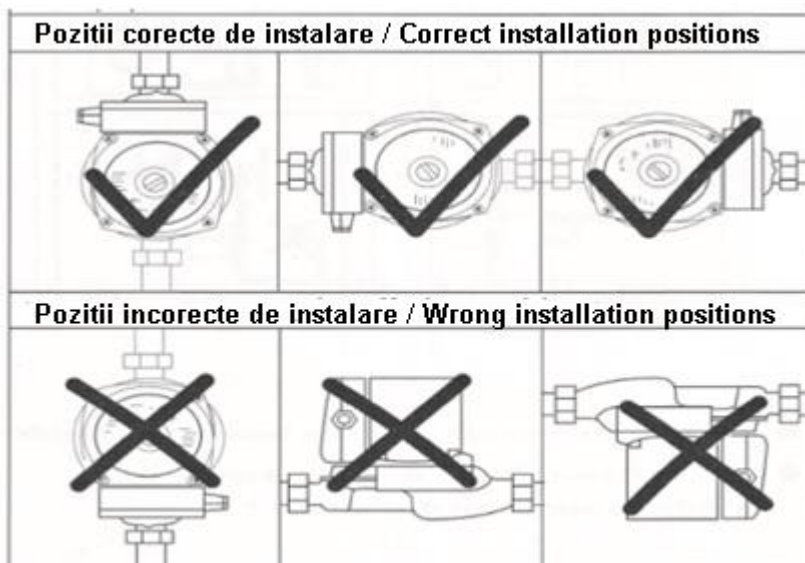

Fig. 1.
- Pozițiile corecte de instalare a pompei sunt prezentate în Fig. 1.